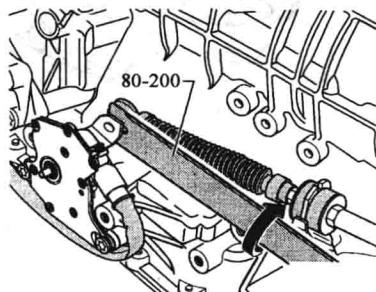
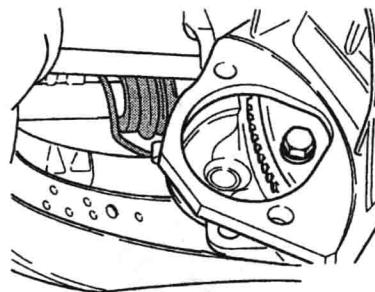

图 1-17 换挡杆拉索
图 1-18 发动机/变速器螺栓
(6) 拆卸换挡杆拉索,如图 1-17 所示。
(7) 分离发动机/变速器:
①拆卸起动机。
②用专用工具 V175 从驱动盘上选下_____。
③从_____拆卸发动机/变速器连接螺栓,如图 1-18 所示。